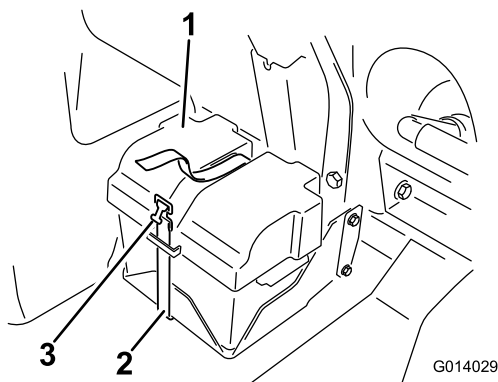

Figure 128
2. Déposez le couvercle de la batterie et débranchez le câble de masse négatif (noir) de la borne de la batterie (Figure 128).
4. Posez le couvercle de la batterie et fixez-le avec la sangle que vous avez retirée précédemment (Figure 128).